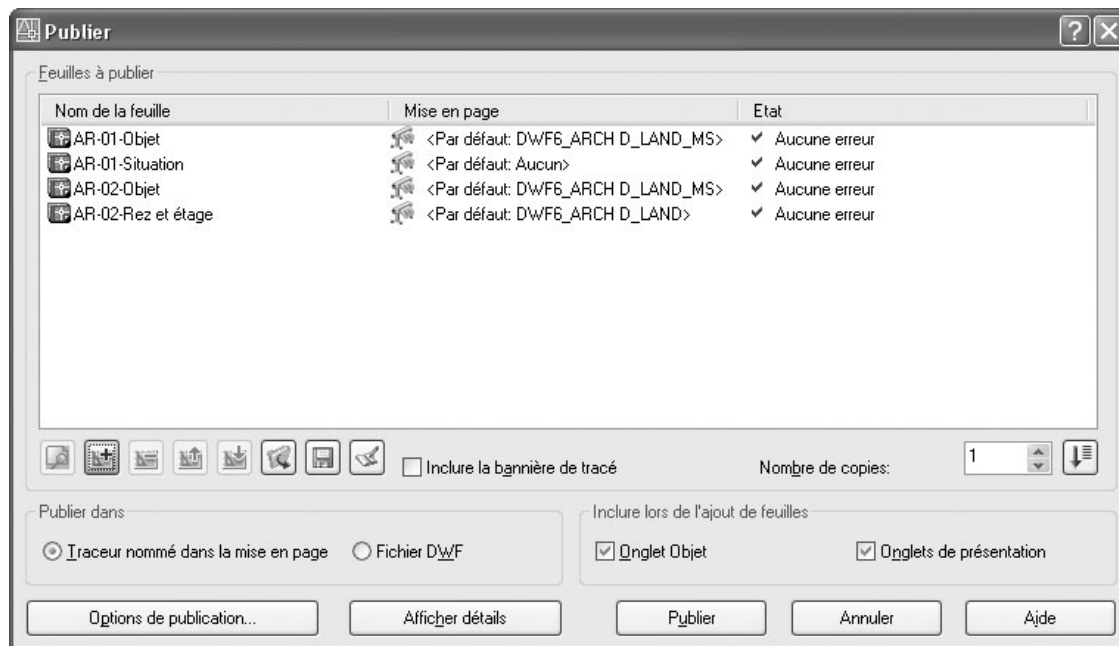

Fig.23.27
- 2 Dans la boîte de dialogue **Publier** (Publish) (fig.23.27), les présentations de dessins sont affichées dans la liste des feuilles à publier. Pour modifier cette liste, effectuer l'une des opérations de base suivantes :